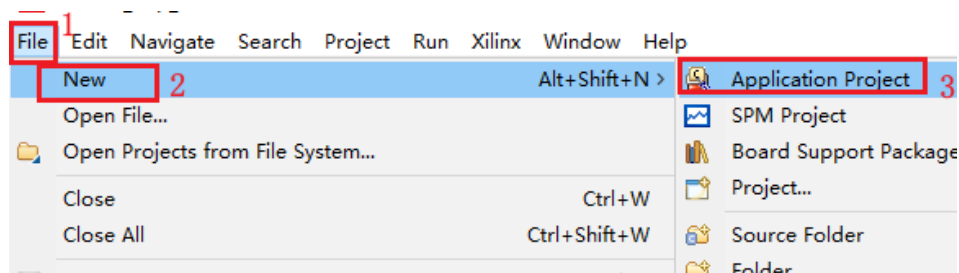

图 1-15 新建 SDK 工程
3. 进入 SDK 软件之后，依次点击 File->New->Application Project，建立一个 SDK 工程，如下图 1-15 所示，然后给工程命名，比如命名为